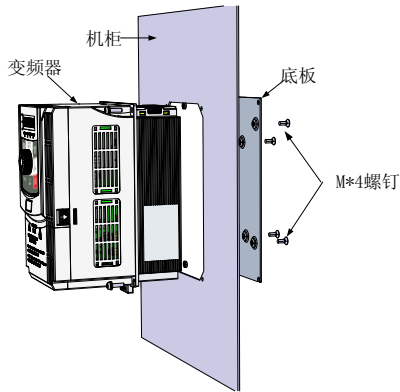

图3-3. CM53XH变频器塑胶结构穿墙式安装图
- 2) 将变频器置入已按尺寸开好安装孔的机柜，并用M6的螺钉和螺母固定；具体见图3-3 CM53XH变频器塑胶结构穿墙式安装图。